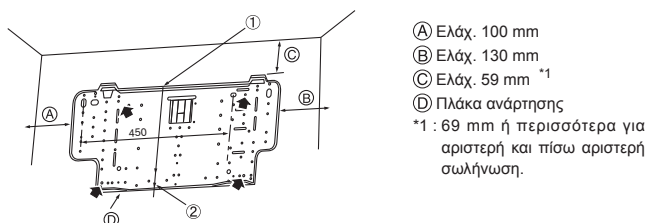

Fig. 3-3
- ▶ Το εξάρτημα της βάσης για τη στήριξη της μονάδας πρέπει να στερεώνεται στα δύο άκρα όσο και στο κέντρο. Ποτέ μη το στερεώνεται σε ένα μόνο σημείο ή με ασύμμετρο τρόπο. (Εάν είναι δυνατό, στερεώστε το εξάρτημα σε όλες τις θέσεις που δείχνονται με τα έντονα βέλη.) (Fig. 3-3)